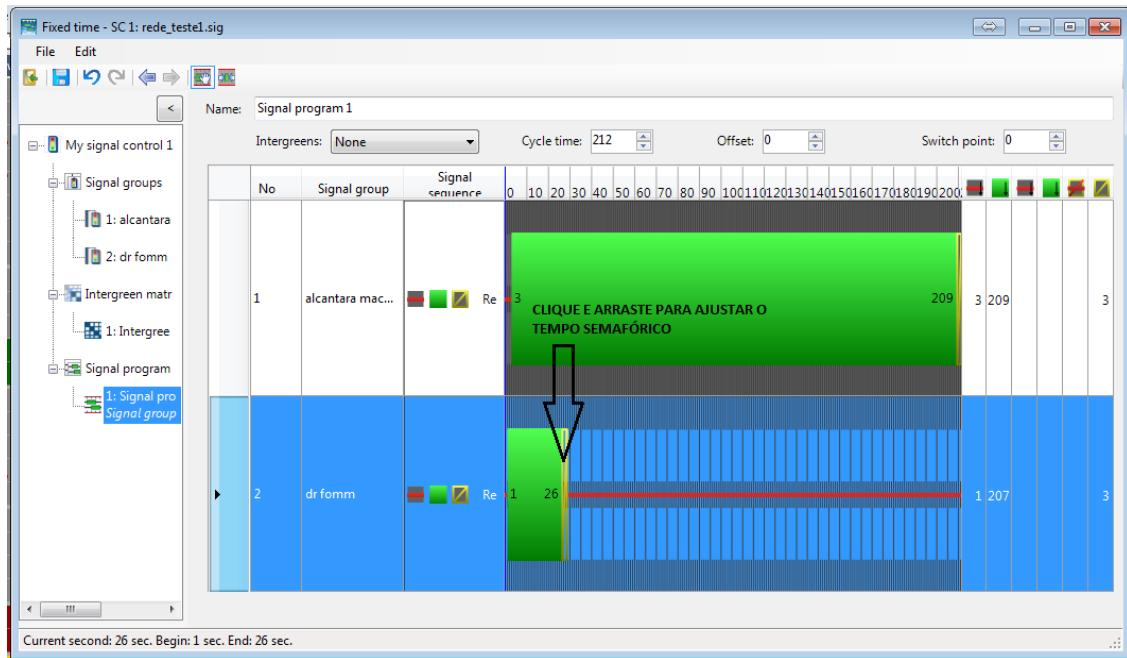

Figura 25
55. No segundo grupo ("Dr. Fomm"), clique no início da seção verde, conforme imagem e arraste até obter 26 segundos de verde (Figura 25).